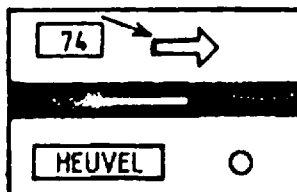

fig 37
- In de pijl op het bedieningstableau boven spoor 74 gaat geel licht branden. (zie fig 37).